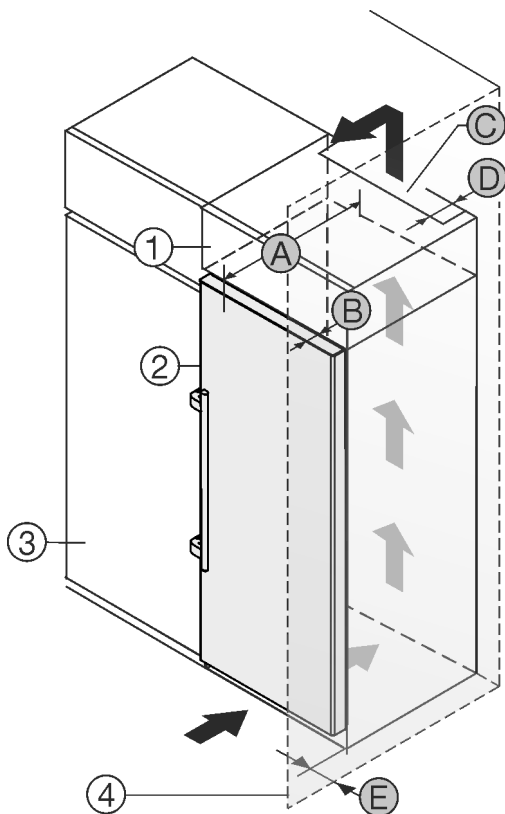

Fig. 2
Вы можете установить устройство непосредственно рядом с кухонным шкафом Fig. 2 (3)*.
На задней стенке дополнительного шкафчика должен быть вентиляционный канал с глубиной Fig. 2 (D) по всей ширине этого шкафа.*
Нужно соблюдать вентиляционное отверстие Fig. 2 (C) под нижней панелью.*
Если устройство устанавливается на шарнирах у стены Fig. 2 (4), то расстояние между устройством и стеной должно быть не менее 57 мм. Это соответствует расстоянию, на которое выступает ручка при открытой дверце.*
Чтобы можно было полностью открыть дверь, устройство должно выступать на глубину двери Fig. 2 (B) относительно передней стенки кухонного шкафа. В зависимости от глубины кухонных шкафов Fig. 2 (3) и использования пристенных распорок устройство может выступать и больше.*